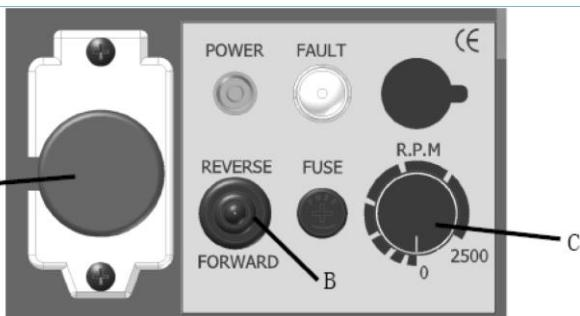

Рис.5
A. ПЕРВИЧНЫЙ ЗАПУСК ВО ВРЕМЯ УСТАНОВКИ (Рис. 5)